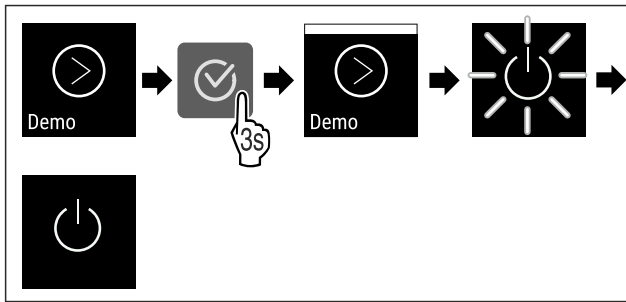

Fig. 110
- ▶ Провести етапи операцій (див. Fig. 110) .